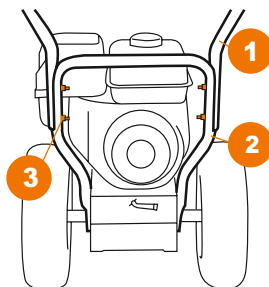

Рис. 2
- Соедините панель оператора (1) с нижней частью рукоятки (2) с помощью четырех болтов, шайб и гаек (3) (Рис. 2).